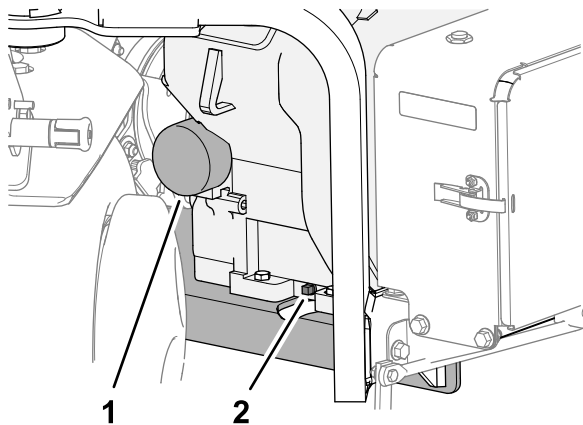

Figura 161
3. Aezai o tavă sub buoul de golire a uleiului i scoateți buoul (Figura 161).
1. Aezai o tavă de golire sub filtru i îndepărtați filtrul (Figura 161).
6. Introduceți filtrul de ulei pe adaptorul filtrului până când garnitura intră în contact cu adaptorul filtrului (Figura 161), apoi strângeți filtrul cu încă o ½ de tură.